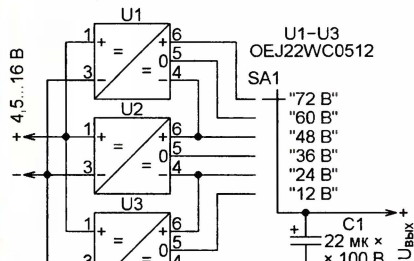

Рис. 1
**Блок питания с фиксированными значениями выходного напряжения**, схема которого показана на рис. 1 <[http://www.asahi-net.or.jp/~gt6s-sbic/electro/power\\_unit1/fig1.gif](http://www.asahi-net.or.jp/~gt6s-sbic/electro/power_unit1/fig1.gif)>, построен на двухканальных преобразователях постоянного напряжения в постоянное (DC-DC) OEJ22WC0512 <<http://datasheet.octopart.com/OEJ22WC0512-ETA-USA-datasheet-11079.pdf>> с гальванической развязкой между входом и выходом. Переключателем SA1 можно установить на выходе блока ступенями по 12 В стабилизированное напряжение от 12 до 72 В. Интервал изменения входного напряжения и допустимый ток на-